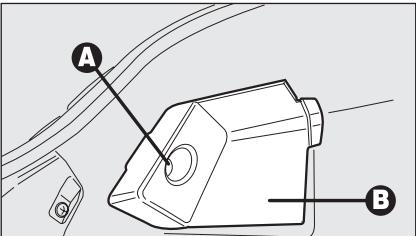

fig. 37
- afloje el tornillo **A-fig. 37** y quite la tapa de protección **B**;
- vuelva a montar la tapa de protección **B-fig. 37** y apriete el tornillo **A**.